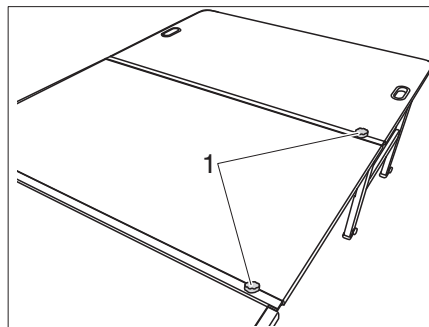

Figura 31 Ajustar el seguro
- Atornillar tornillos de estrella (Figura 31,1) en ambas conexiones de raíl para una mejor fijación.